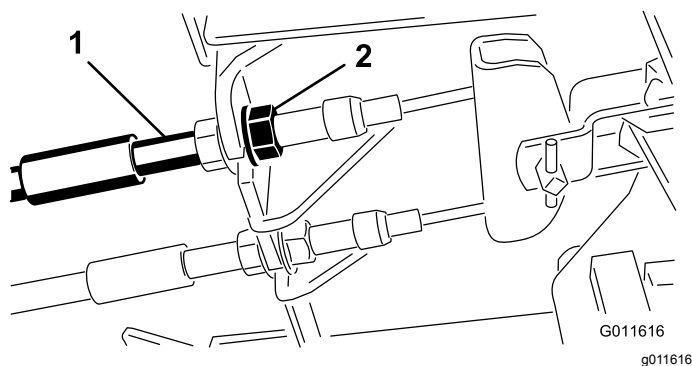

Figura 97
1. Per ridurre il gioco dei pedali del freno, stringete i freni allentando il dado anteriore sull'estremità filettata del cavo del freno (Figura 97).